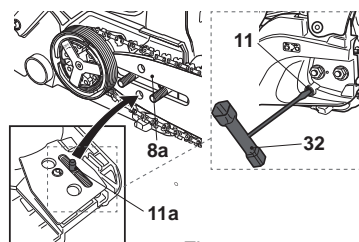

Fig. 6
9. Tendez la chaîne (14) en tirant délicatement le guide-chaîne (13) (Fig. 6).
10. Remettez le couvercle (18) en place. Si nécessaire, ajustez la vis de tension vers la droite (22b)
en tournant la vis de tension (22a) avec l'outil polyvalent (32) dans un sens et dans l'autre jusqu'à ce qu'elle atteigne une position où la goupille peut s'insérer dans le trou de tension (13a) (Fig. 6).